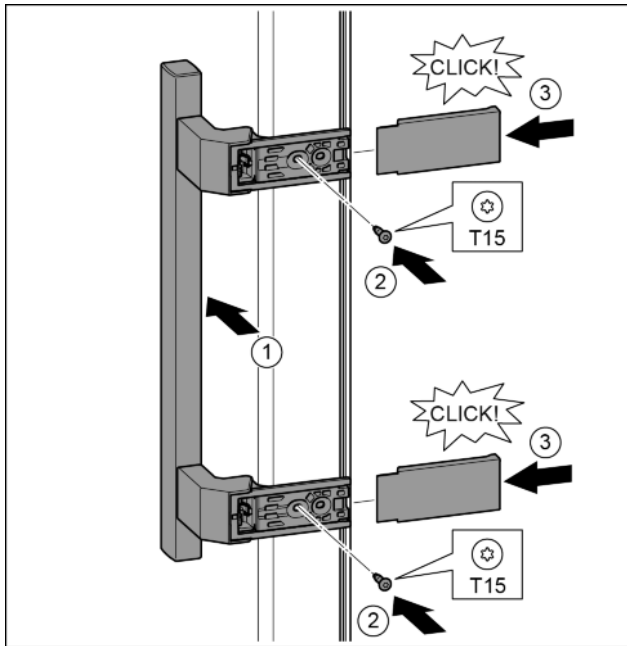

Fig. 34
- ▶ Applicare la maniglia sul lato opposto. Fig. 34 (1)
- ▶ Serrare le viti con il cacciavite T15. Fig. 34 (2)
- ▶ Applicare le coperture lateralmente e inserirle spingendo. Fig. 34 (3)